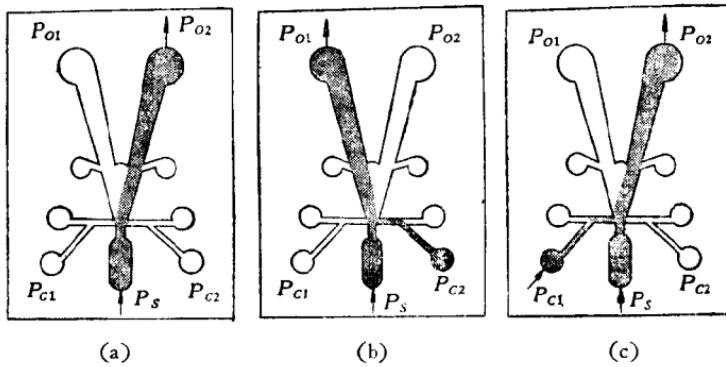

图 9
**双稳元件** 双稳元件的主要特点是几何形状对称(图 9)。左右两侧位差要求相等(但实际上很难做到绝对的对称)。在控制通道撤去信号后,输出信号能稳定在一侧上。若输出通道  $P_{o2}$  先有输出(图 9 a),当控制通道  $P_{c2}$  有信号时,射流便切换到左侧,  $P_{o1}$  有输出(图 9 b)。这时即使撤去控制通道  $P_{c2}$  的信号,射流仍稳定在左侧,若让射流再切换回来,就必须
在左控制通道上加信号  $P_{c1}$  (图 9 c)。因为这种元件有两个稳定状态, 所以叫双稳元件。由于双稳元件的输出压力大于信号压力, 在信号撤去后, 输出仍能保持原状, 因此双稳元件不仅具有放大作用, 而且还有记忆作用。同样, 双稳元件也可以采用负压切换。